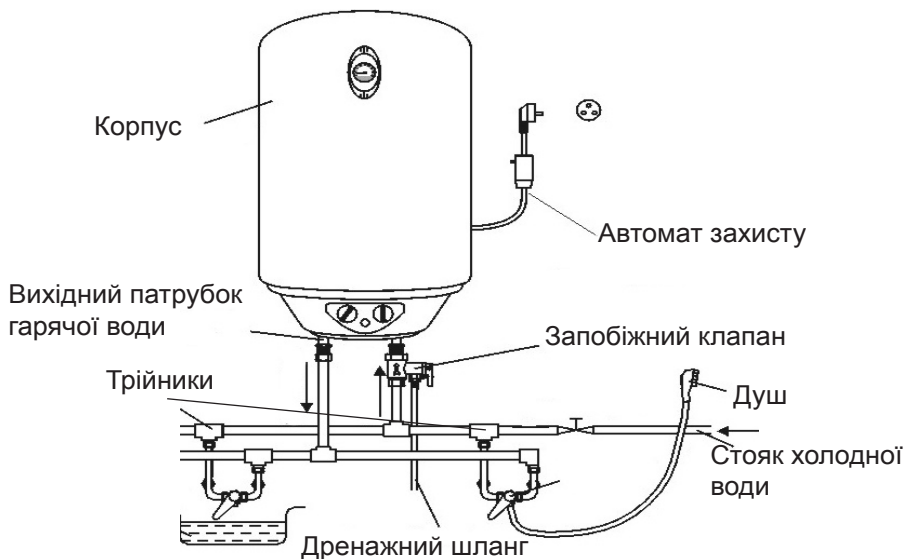

Рис.3
5.1.3. На трубопроводі холодної води необхідно встановлювати фільтр грубого очищення (у комплект постачання не входить), щоб запобігти проникненню механічних домішок у запобіжний клапан (Рис. 3). Підключення водонагрівача до електромережі повинно виконуватися трижильним мідним кабелем (фаза, нуль, заземлення) з перетином 1,5 мм2. **Корпус водонагрівача повинен бути заземлений!**
### 5.2.2. Підключення до системи водопостачання (Рис. 3):
- у трубопроводі гарячої і холодної води встановити трійники (Рис. 3);